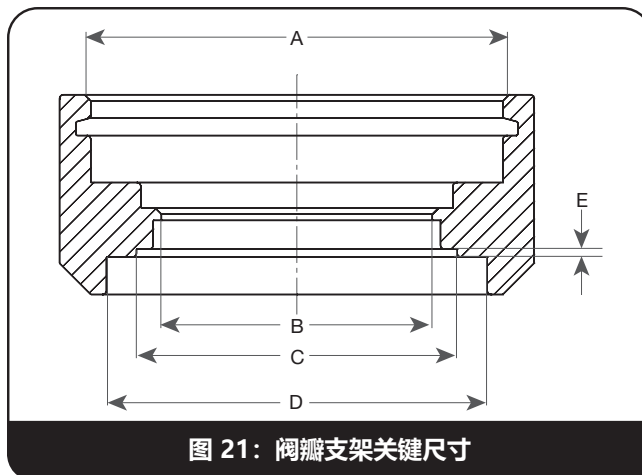

图 21: 阀瓣支架关键尺寸
- 2. 将调整环重新安装到喷嘴上。确保调整环在喷嘴上的位置足够低，可在阀瓣支架和调整环之间留出足够间隙，以便阀瓣座在喷嘴上而不是调整环上（参见图 21 和表 5）。